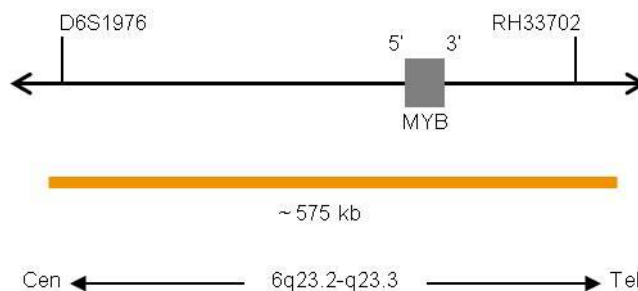

Fig. 1: Mappa della sonda SPEC MYB (non in scala)
- Polinucleotidi (~4.5 ng/μl) marcati con ZyOrange (eccitazione 547 nm/emissione 572 nm), le cui sequenze target mappano in 6q23.2-q23.3* (chr6:135,141,227-135,715,246) in cui è localizzato il gene MYB (vedere Fig. 1).